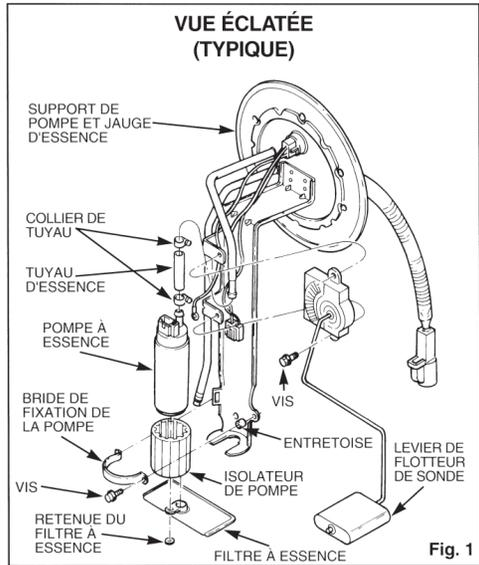

Fig. 1
B) Remplacement de la pompe (se référer à la Fig.1)